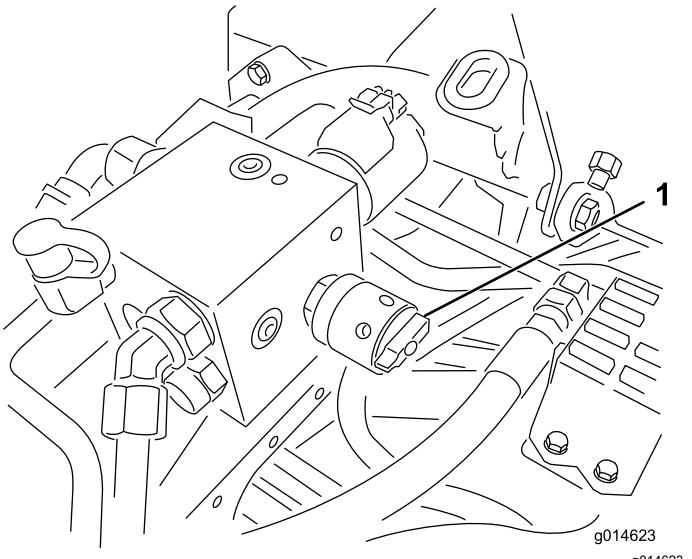

図 51
4. リールの速度を設定するには、リール速度コントロールのノブ図51を回して、ノブの矢印を、ステップ3で決めた数値に合わせる。